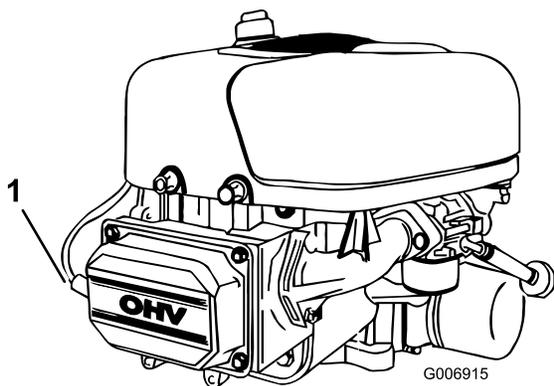

Figura 22
5. Scollegate il cappello dalla candela (Figura 22).
3. Collegate il cappello alla candela (Figura 22).